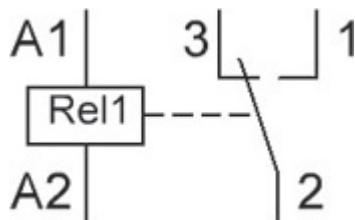

Рис. 12.1. Схема подключения реле к Arduino
Реле – это электрически управляемый, механический переключатель, имеет две раздельные цепи: цепь управления, представленная контактами (A1, A2), и управляемая цепь, контакты 1, 2, 3 (см. рис. 12.1). Цепи никак не связаны между собой. Между контактами A1 и A2 установлен металлический сердечник, при протекании тока по которому к нему притягивается подвижный якорь (2). Контакты же 1 и 3 неподвижны. Стоит отметить, что якорь подпружинен, и пока мы не пропустим ток через сердечник, якорь будет прижатым к контакту 3. При подаче тока, как уже говорилось, сердечник превращается в электромагнит и притягивается к контакту 1. При обесточивании пружина снова возвращает якорь к контакту 3.